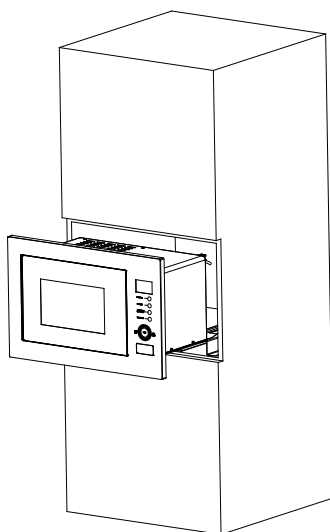

Fig.4
d) Coloque o microondas no orifício do móvel até ajustar, como mostra na Fig.4.